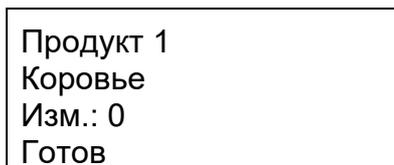

Рисунок 7
**Рекомендуется прогреть анализатор в течение 15 минут.** Анализатор автоматически прогреется в течение заданного времени, затем покажет основной рабочий экран (Рис. 7). При необходимости прервать прогрев - нажмите кнопку «ВВОД».